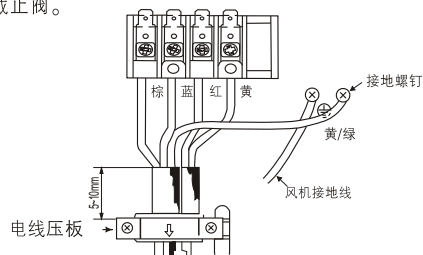

图 26
- (1) 把室外机组中连接电缆按左侧板内电气接线图所示正确地牢固连接。(按图26安装)。(紧固力矩8-15kgf·cm)
- (2) 用电线压板将连接电缆用螺钉紧固。(电线压板固定时，所示箭头必须向下)
- (3) 必须将黄/绿线如图26所示接至带有“⊕”标志的接地螺钉上。
- (4) 连接电缆不可以碰铜管的裸露部分及截止阀。